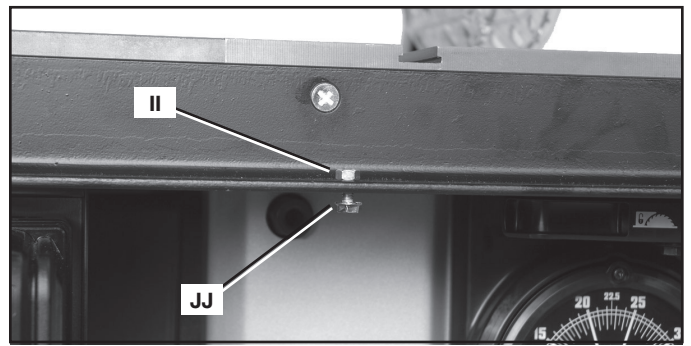
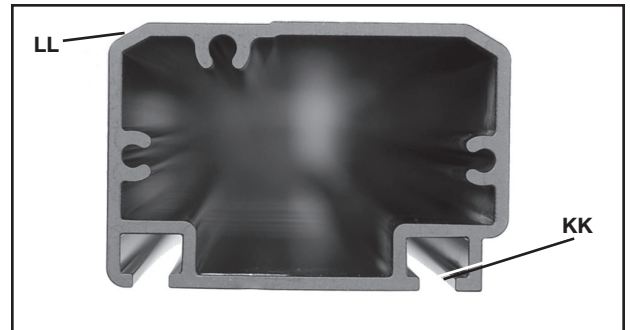

FIG. 15
FIG. 16B
1. Insérer une vis à tête hexagonale de 1/4-20 x 16 mm (5/8 po) (II) vers le bas dans un trou de la barre de guidage avant et visser de quelques tours un écrou à embase cannelés de 1/4-20 (JJ), comme l'illustre la fig. 15.
4. Glisser le trou du tube du guide (KK) fig. 16B sur le premier vis à tête hexagonale du côté gauche (comme l'illustre la fig. 17). S'assurer que le ruban à mesurer (LL) fig. 16B ou fig. 17 se trouve à l'avant de la scie avant de commencer. En progressant vers le bas, glisser le tube du guide autour de chacun des sept vis à tête hexagonale (II) fig. 15 jusqu'à ce que le bord métallique (MM) fig. 18 à l'extrémité droite du tube du guide (PAS LA PAC EN PLASTIQUE) soit en affleurement avec l'extrémité droite (NN) de la rallonge de table. Utiliser le gabarit inclus (Z) pour assurer que le bord droit du guide soit bien en affleurement avec la partie en bois de la table, comme l'illustre la fig. 18.
5. Serrer à fond toutes les écrous à embase cannelés de 1/4-20 (JJ) fig. 15 pour fixer le tube du guide à la barre de guidage.
REMARQUE : si le pointeur ne peut pas être mis à zéro, desserrer les écrous cannelés (JJ) fig. 15 sous le tube du guide et ajuster le tube du guide en fonction du besoin. Resserrer les écrous (JJ).